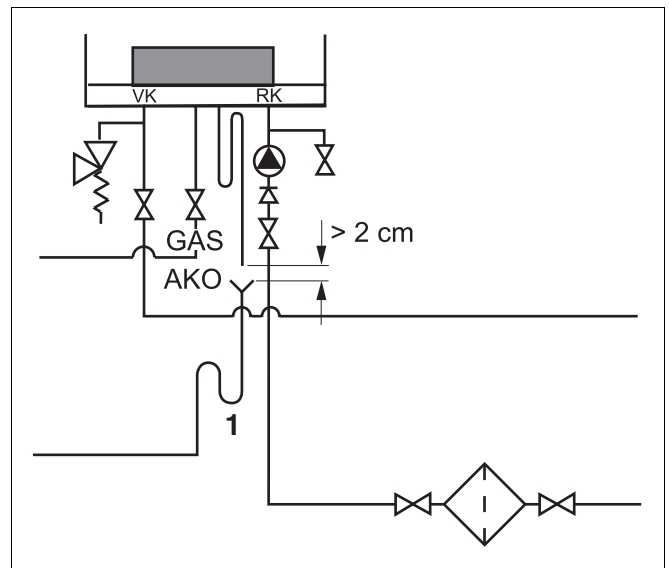
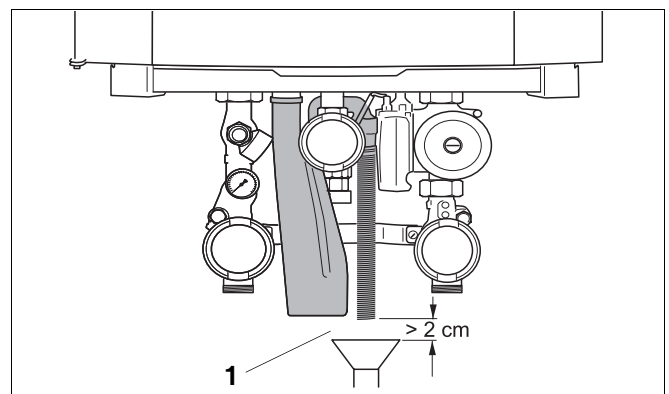

Fig. 19 Tilslutning af vandlåsen
Fig. 20 Kondensatledning
- Tilslut kondensatledningen til vandlåsen (fig. 19, **pos. 1** og fig. 20, **pos. 1**).